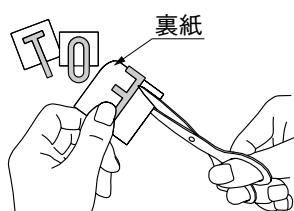

図5-2
- 文字に合わせて裏紙をハサミで5分の1程度切ってください。（図5-2参照）